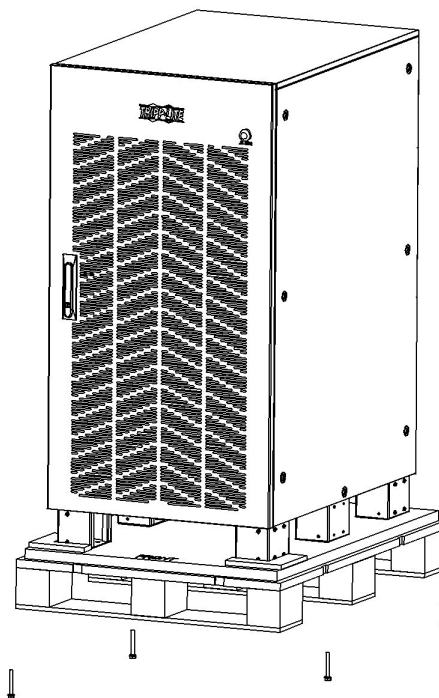

Figure 3-5
4. Enlever les vis retenant l'armoire à la palette (Figure 3-5).